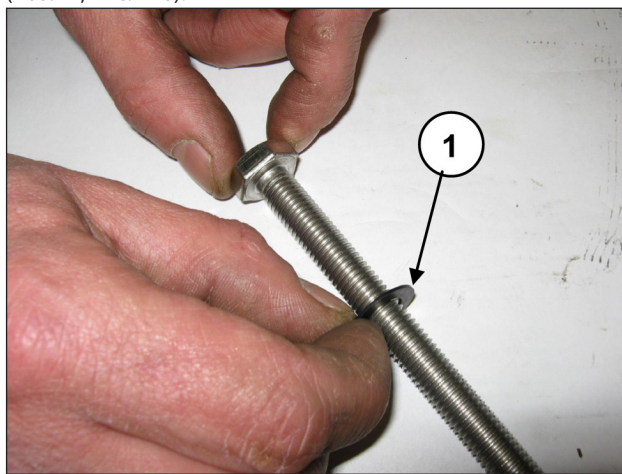

Рис. 146
Наденьте шайбу $\varnothing 10 \times 18 \times 0,9$ на крепежный винт поршня (поз. ①, Рис. 146).